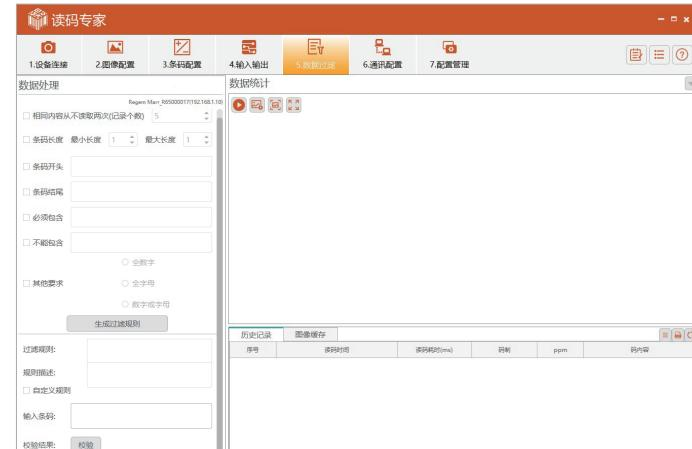

图 4-5
2. 在顶部菜单栏中的数据过滤中修改数据过滤规则, 如图 4-5 所示。